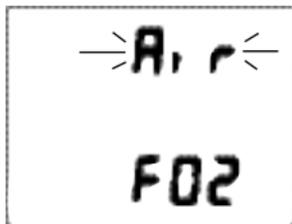

Fig. 20A - AJUSTE FO2 = AIRE
- Si mantiene pulsado el botón S (lateral) mientras el valor establecido parpadea, se desplazará por los distintos valores de ajuste, AIRE (Fig. 20A) y desde el 21 hasta el 51%, con incrementos del 1%, a una velocidad de 8 valores por segundo.